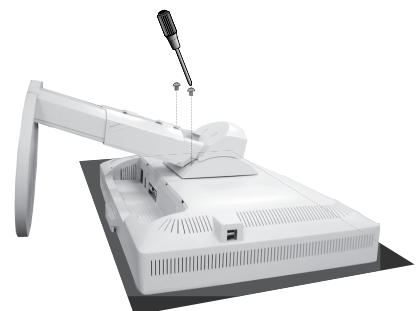

Figura S.3
3. Sitúe el monitor boca abajo en una superficie no abrasiva (**figura S.3**).
4. Retire los dos tornillos que unen el monitor al soporte (**figura S.3**).